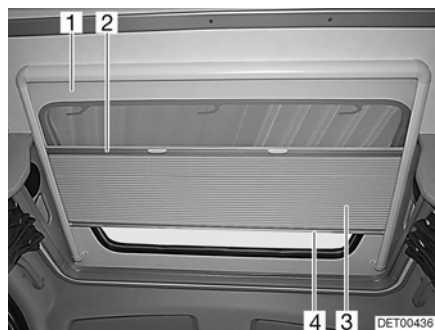

Fig. 32 Toit ouvrant
Le dispositif occultant plissé (Fig. 32,3) est relié de manière permanente à une moustiquaire (Fig. 32,1).
- Saisir la tige de fermeture (Fig. 32,4) du dispositif occultant plissé par le milieu et tirer avec précaution vers le bas.
- Ramener lentement le dispositif occultant plissé en arrière par la tige de fermeture (Fig. 32,4).
- Saisir la moustiquaire par le centre de la tige de fermeture (Fig. 32,2) et tirer avec précaution vers le bas.
- Ramener lentement la moustiquaire en arrière par la tige de fermeture du dispositif occultant plissé (Fig. 32,4).